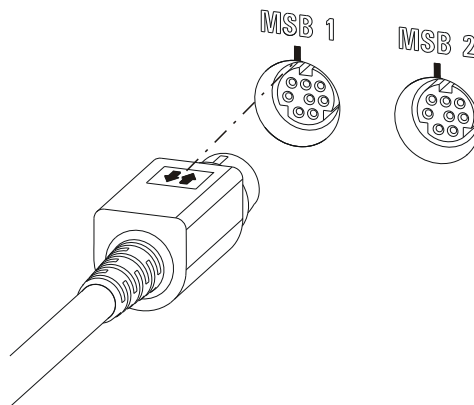

Abbildung 15 MSB-Anschluss
- Achten Sie beim Anschliessen darauf, dass der flache, mit Pfeilen markierte Teil des MSB-Steckers in Richtung der Markierung am MSB-Anschluss zeigt (*siehe Abbildung 15, Seite 24*).